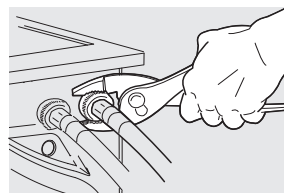

Fig. 4
4. Serrez à la main jusqu'à ce qu'ils soient bien serrés. Serrez ensuite chaque raccord d'alimentation de $\frac{3}{8}$ de tour à l'aide de pinces. **Ne pas visser en diagonale ni trop serrer ces raccords.** (Fig. 4).